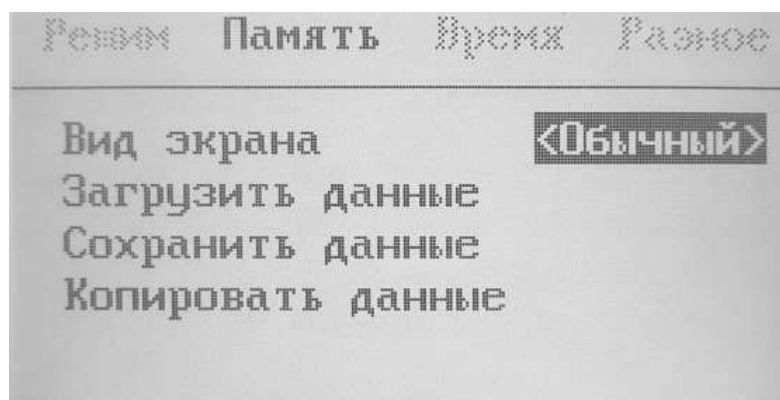

Рис. 17
- кнопками «Страница меню ◀, ▶» (7 и 8, рис. 1) активизировать в верхней строке экрана подменю «ПАМЯТЬ» (рис.17)